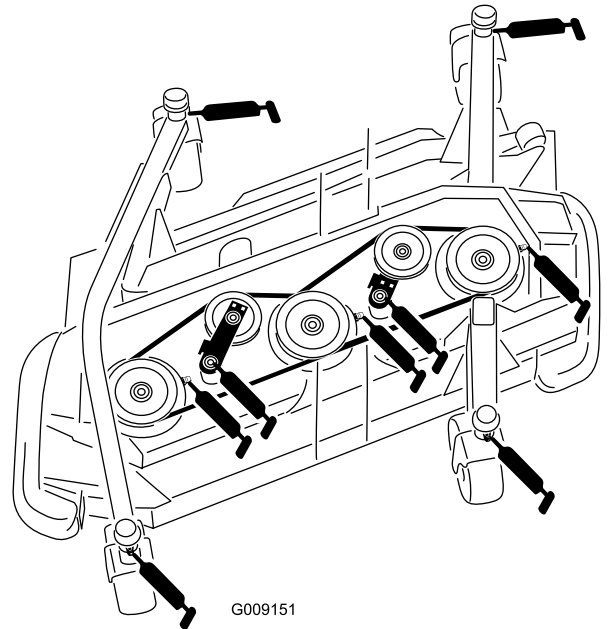

Figure 85
- 4 bagues d'axe de fourche de roue pivotante (Figure 85)
- 3 paliers d'axes de pivot (sur le logement d'axe), comme montré à la Figure 85
- 2 bagues de pivot de bras de tension (sur l'axe de pivot de poulie de tension), comme montré à la Figure 85